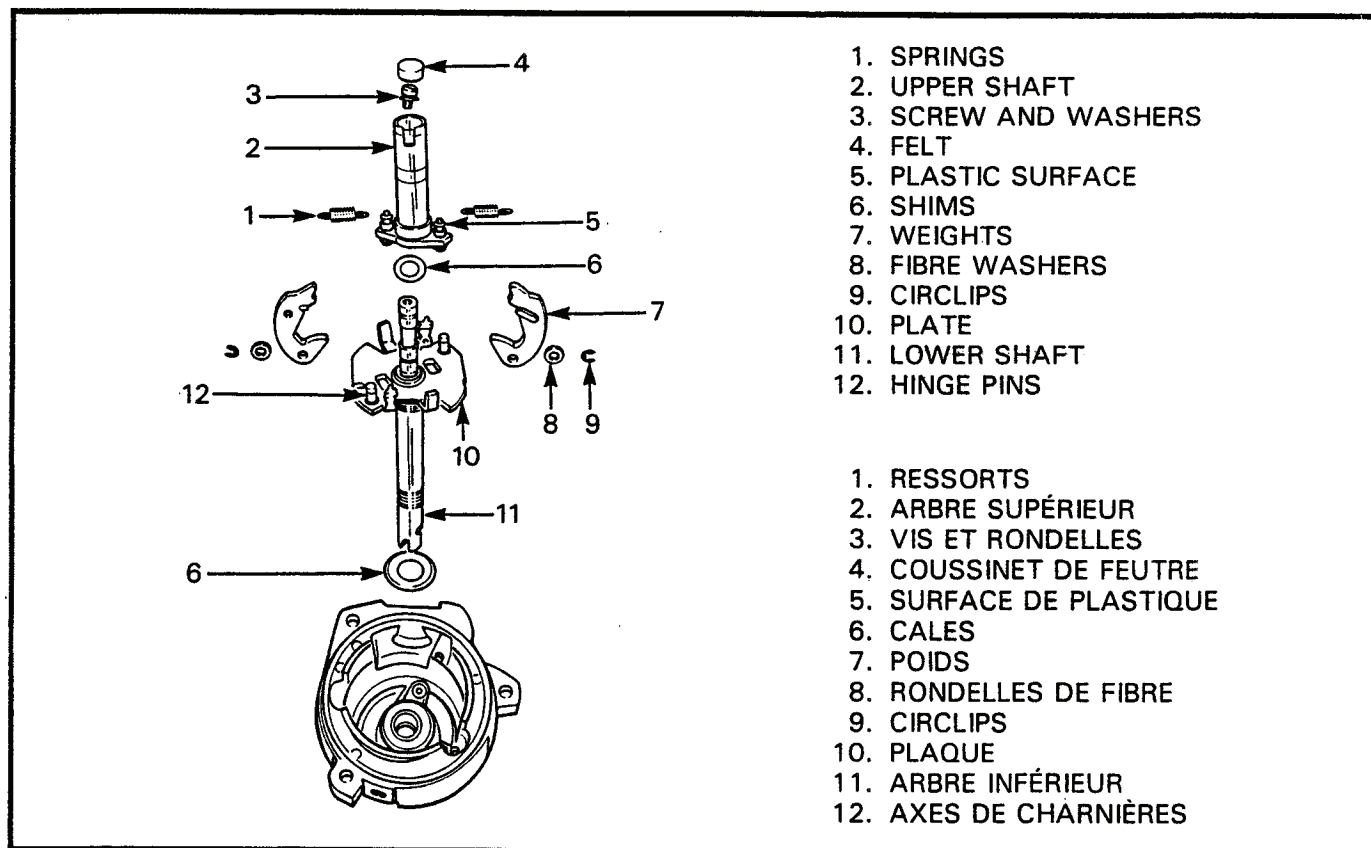

Figure 2-5-14 Distributor Shaft and Centrifugal Advance Assembly
s. If there is binding, see Figure 2-5-14, and proceed as follows:
- (1) Remove the springs (1).
- (2) Remove the circlips (9) from the hinge pins (12) and remove the weights (7) from the plate (10).
- (3) Clean the weights, shaft and plate of excessive grease and dirt.
- (4) Inspect the fibre washers (8) on the hinge pins for excessive wear.
- (5) Inspect the nylon rub block on the weights for excessive wear.
s. S'il y a grippage, voir figure 2-5-14, et procéder comme suit:
- (1) Enlever les ressorts (1).
- (2) Enlever les circlips (9) des axes de charnières (12), et enlever les poids (7) de la plaque (10).
- (3) Nettoyer les poids, l'arbre et la plaque de tout excès de graisse et de saleté.
- (4) Vérifier si les rondelles de fibre (8) des axes de charnières sont trop usées.
- (5) Vérifier si le coulisseau de nylon des poids est trop usé.
- (6) Place the weights on the hinge pins and inspect for excessive wear.
- (7) Ensure the plastic surface (5) on the top and bottom of the spring pins is not worn.
- (8) Remove the screw, lock and flat washers (3) from the upper shaft (2) and pull the upper shaft from the lower shaft (11).
- (9) Remove the shims (6) from both shafts.
28. **Assembly** — To assemble, see Figure 2-5-14 and proceed as follows:
- (6) Placer les poids sur les axes de charnières et vérifier s'ils sont trop usés.
- (7) S'assurer que la surface de plastique (5) au haut et au bas des goupilles-ressort n'est pas usée.
- (8) Enlever la vis, la rondelle-frein et la rondelle plate (3) de l'arbre supérieur (2), et enlever l'arbre supérieur de l'arbre inférieur (11).
- (9) Enlever les cales (6) des deux arbres.
28. **Assemblage** — Pour assembler le distributeur, voir figure 2-5-14, et procédez comme suit: